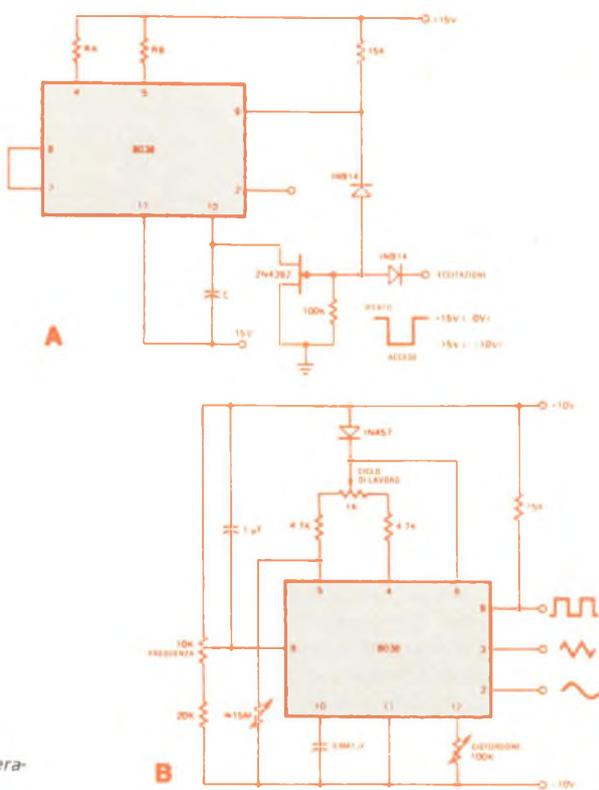

Fig. 4 - Circuiti tipici per l'IC 8038: (A) generatore di impulsi sonori; (B) oscillatore audio.
Alcuni circuiti di possibili applicazioni dell'8038 sono riportati nella fig. 4. Rilevati da un bollettino tecnico pubblicato dalla Intersil, questi circuiti impiegano componenti normali e si possono costruire con una certa facilità in laboratori domestici o tecnici, per
Con riferimento anzitutto alla fig. 4-A,
Il secondo circuito (fig. 4-B) è un oscillatore audio a vasta gamma che copre da 20 Hz a 20 kHz senza commutazione di banda. Questa gamma di 1.000:1 viene ottenuta applicando una tensione di controllo continua variabile al terminale d'entrata (8) sweep MF dell'IC mantenendo nello stesso tempo la tensione ai capi dei resistori R_A e R_B ad un livello relativamente basso. Il diodo 1N457 in serie fa cadere $V_{c.c.}$ e la tensione applicata ai resistori attraverso il potenziometro a parecchi millivolt al di sotto della tensione massima ottenibile dal controllo di frequenza di 10 k Ω . Un potenziometro semifisso di alto valore (15 M Ω) collegato al piedino 5 concorre a ridurre al minimo le variazioni del ciclo di lavoro con la frequenza, mentre un potenziometro da 100 k Ω collegato al piedino 12 come controllo di distorsione serve a portare al punto ottimo la forma d'onda sinusoidale d'uscita.